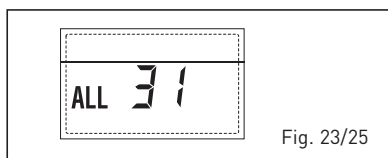

Fig. 23/25
- **ANOMALÍA DE CONFIGURACIÓN DE LA INSTALACIÓN DE TRES ZONAS "AL 32" (fig. 23/26)**